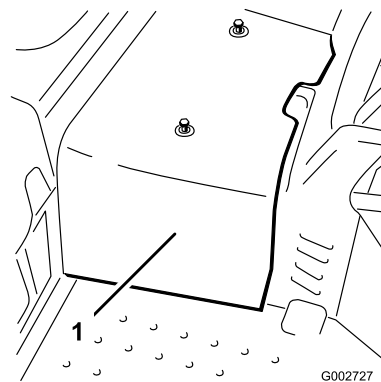

Figura 44
2. Allentate le 2 viti che fissano la protezione centrale alla macchina, e togliete la protezione (Figura 44).